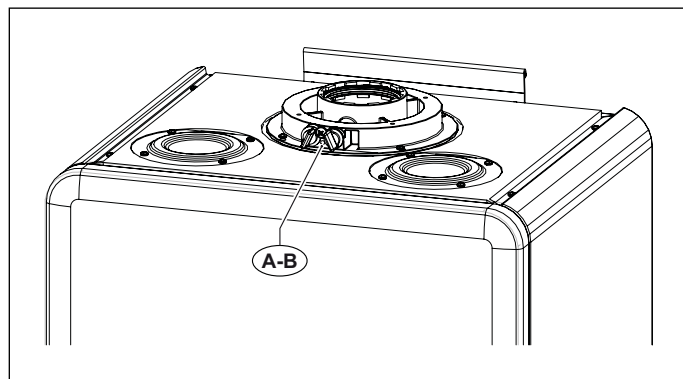
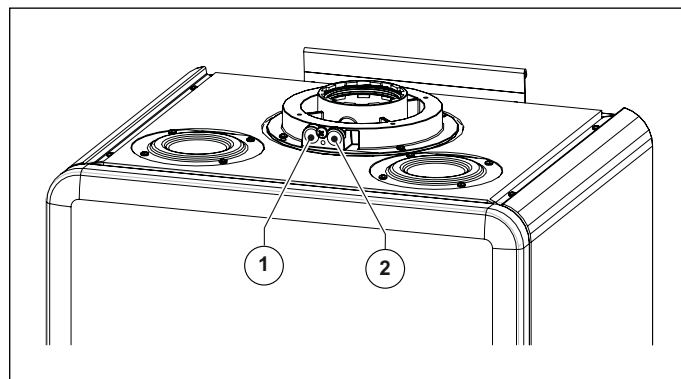

Fig. 19 Poziția bușoanelor
Fig. 20 Poziția orificiilor
Centrala termică este prevăzută cu un turn pentru racordarea conductelor de aspirație aer/evacuare gaze arse (vezi Fig. 19 Poziția bușoanelor și Fig. 20 Poziția orificiilor).
În turn au fost prevăzute orificii pentru accesul direct al aerului de combustie și pentru evacuarea gazelor arse (vezi Fig. 20 Poziția orificiilor).
Înainte de a efectua măsurătorile înlăturați bușoanele **A** și **B** din orificiile prevăzute pe turn (vezi Fig. 19 Poziția bușoanelor).
- măsurarea aerului de combustie preluat din orificiul **1** (vezi Fig. 20 Poziția orificiilor).
- măsurarea temperaturii gazelor de ardere și a CO₂ luată în orificiul **2** (a se vedea Fig. 20 Poziția orificiilor).